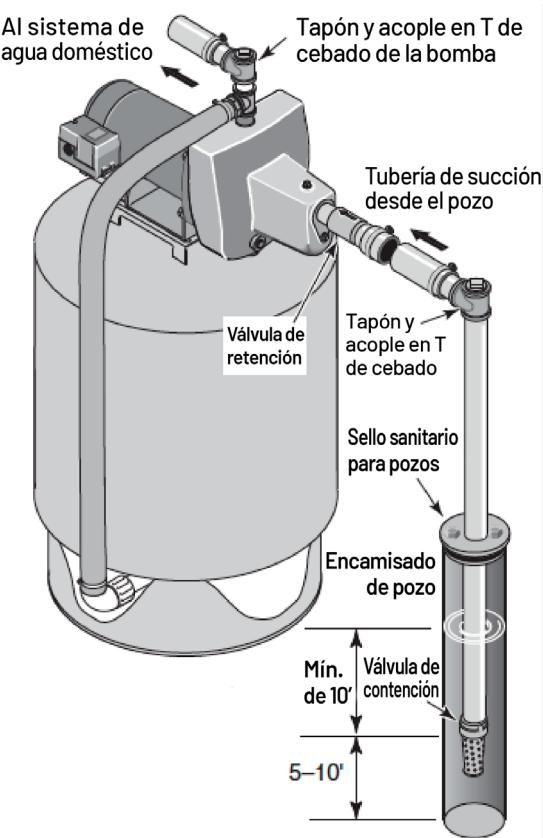

Figura 3: Instalación para agua de superficie
2. Ensamble la válvula de contención y la tubería de succión (Figura 3). Verifique que la válvula de contención funcione libremente. Use cinta de PTFE para sellar roscas de tuberías en las juntas roscadas de la tubería. Proteja el conjunto de la válvula de contención de los peces, la basura, etc. Para ello, instale una malla protectora alrededor.
4. Instale el acople en T de cebado, el tapón de cebado y la tubería de succión a la bomba(Figura 3). Sujete la tubería para que no haya hundimientos o combaduras en la tubería, para que no fuerce el cuerpo de la bomba y para que ascienda levemente desde el pozo hacia la bomba (los lugares altos pueden generar bolsas de aire que pueden bloquear la bomba).